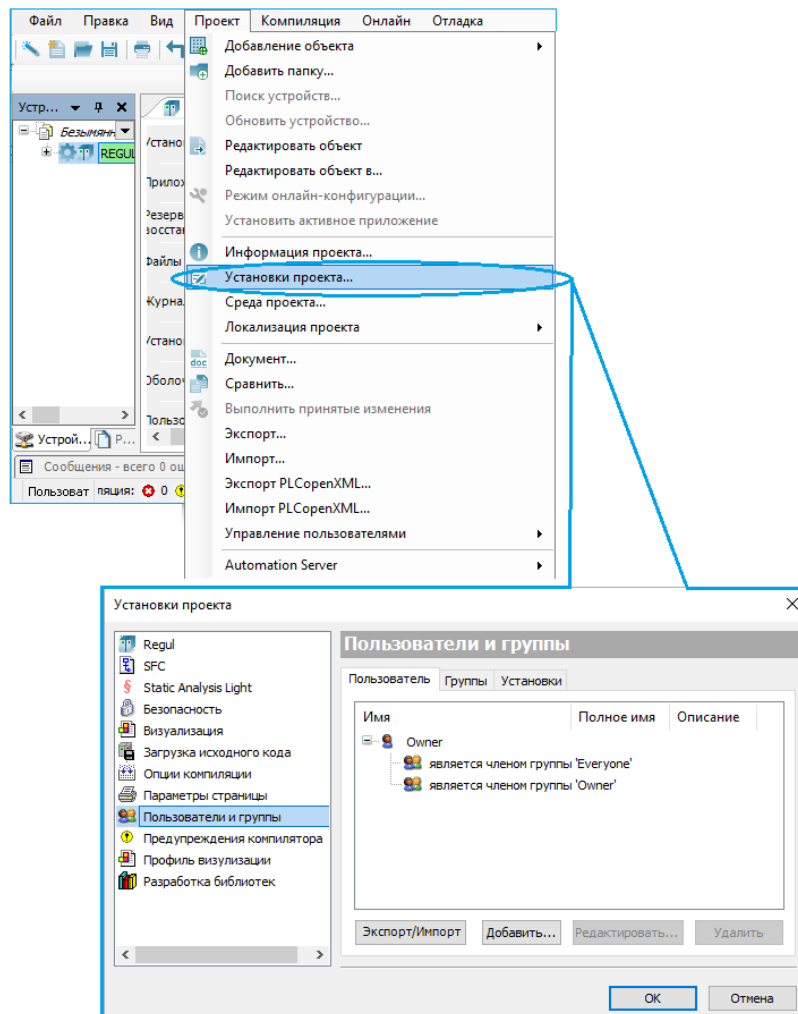

Рисунок 270 – Диалоговое окно установки проекта категории пользователи и группы
- выберите в основном меню команду **Проект(Project)** ⇒ **Установки проекта (Project Settings)...** и в появившемся окне категорию **Пользователи и группы (Users and Groups)** (Рисунок 270). Категория разбита на три подкатегории: **Пользователь, Группы и Установки;**